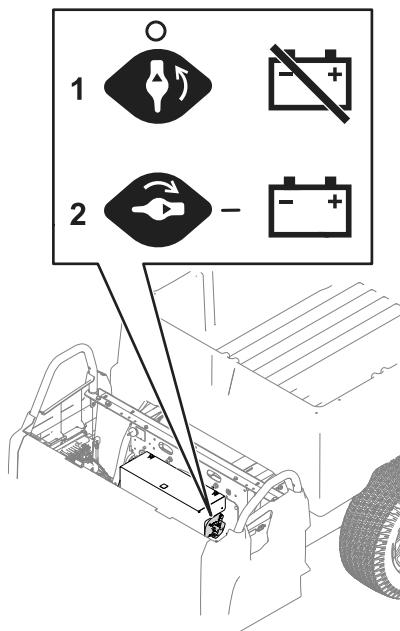

Figura 44
3. Gire el interruptor de desconexión de la batería a la posición que desee, tal y como se muestra en la Figura 44.